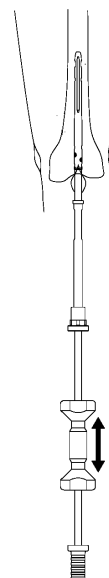

図11
9) ネイルが固着している場合は、逆行性 N 抜去アダプタの後端にネイル抜去器を接続してハンマーをスライドさせて軽く衝撃を与えながら、ネイルを引き抜きます。(図11)